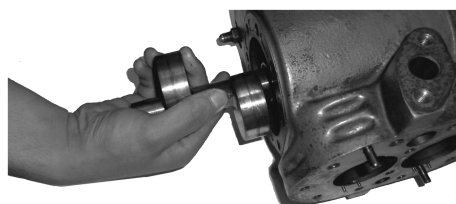

图 1-3-7 由曲轴箱取出曲轴
(1) 将曲轴旋转到合适位置依次调整两个活塞组，直至由曲轴箱取出曲轴，如图 1-3-7 所示。